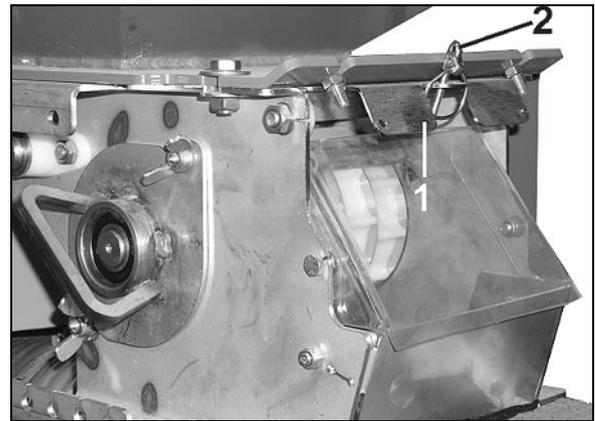

Fig. 56
1. Enlevez la goupille (Fig. 56 / 2) (nécessaire uniquement pour fermer la trémie de semences pleine avec le clapet (Fig. 56 / 1).
Ouvrez tous les clapets (Fig. 56 / 1) et goupillez-les en sécurité (Fig. 56 / 2).